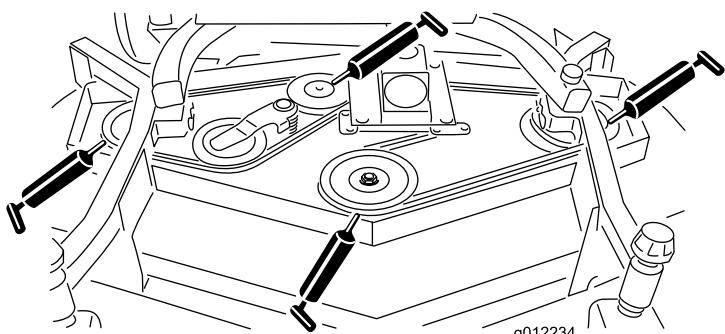

図 20
- スピンドルのシャフトのベアリング (3ヶ所) (ブーリーの下) (図 20)
- アイドラーームのシャフトのベアリング (図 20)